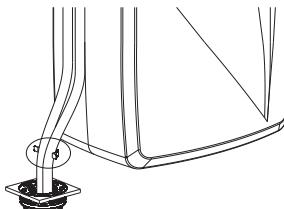

Рисунок 2
6) После завершения установки в соответствии с пунктом 4) проверьте, находится ли байпас в рабочем положении Рисунок 2 Если байпас находится в состоянии байпаса Рисунок 3, потяните толкателем в рабочее положение Рисунок 2).